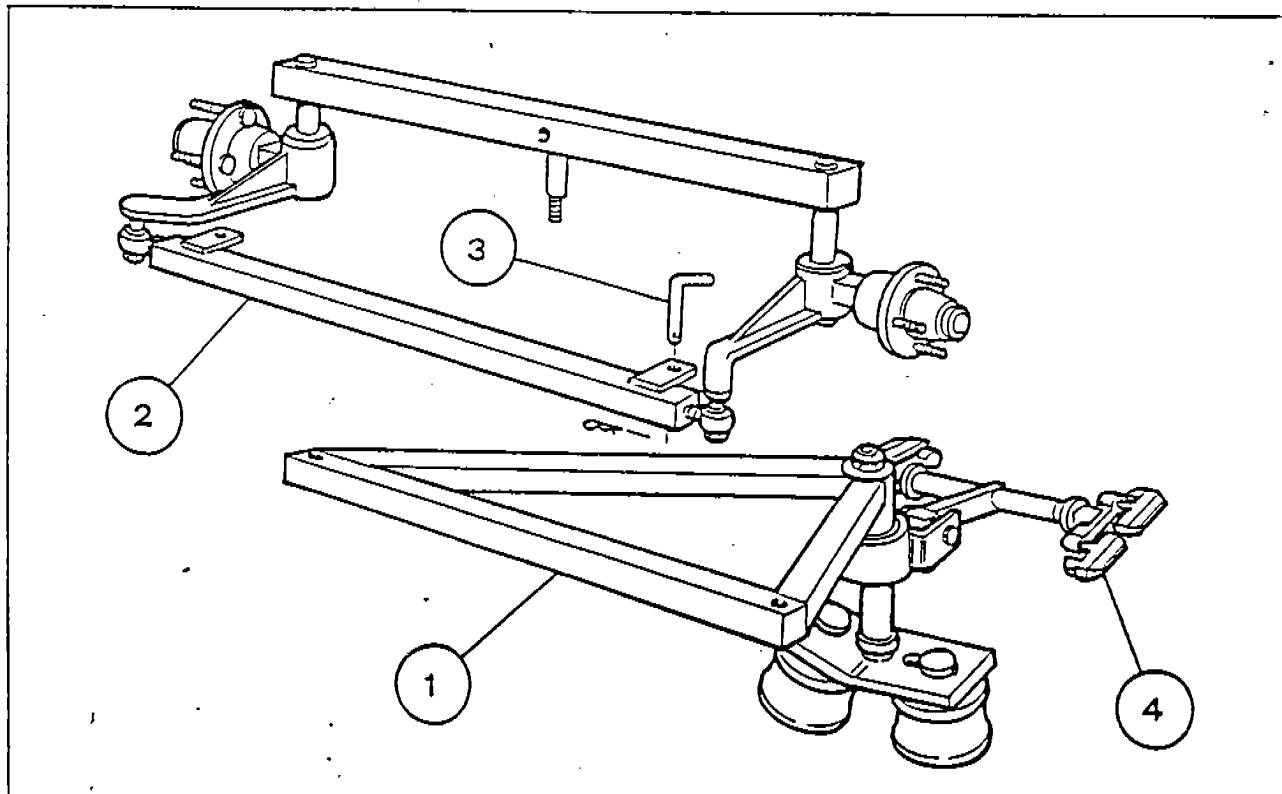

Fig. 12
- b) Set-up steering unit (1-Fig. 12) on the bar (2-Fig. 12) using the pins (3-Fig. 12).
- c) Insert pick-up brushes (4-Fig. 12) inside enclosed bus duct already placed.
- b) Installare il gruppo sterzo (1-Fig. 12) sulla barra (2-Fig. 12) utilizzando le spine (3-Fig. 12).
- c) Inserire le spazzole di contatto elettrico (4-Fig. 12) sulle blindosbarre precedentemente installate.